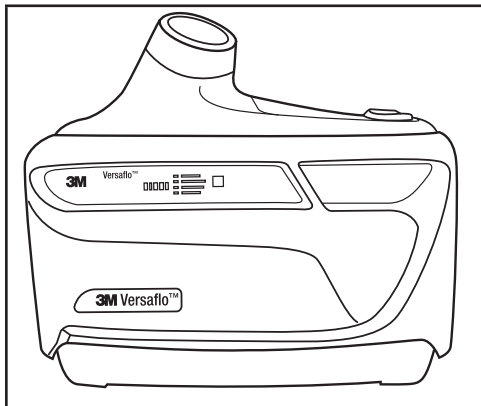

Fig. 15 – Respirateur d'épuration d'air propulsé TR-600 Versaflo™ 3M™ avec étiquette de filtre ou de cartouche visible
- Si on utilise le protège-filtre, s'assurer que l'étiquette du filtre ou de la cartouche est visible à travers la fenêtre de visualisation du protège-filtre (Fig. 15).